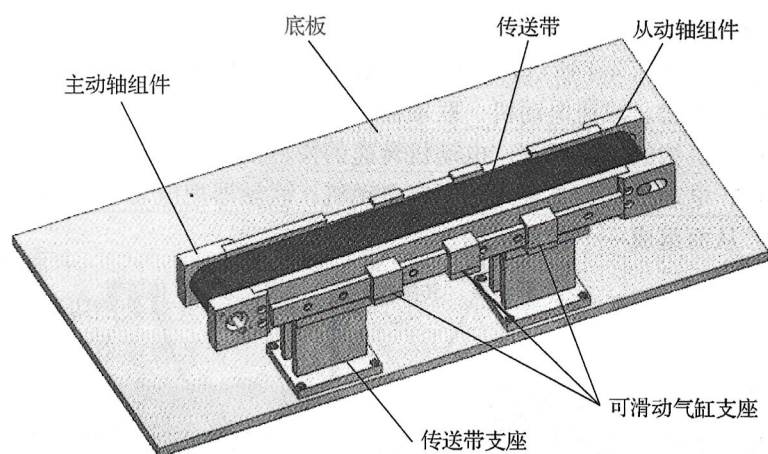

图 4-2 传送机构组件安装
(1) 完成传送机构的装配, 装配传送带装置及其支座, 然后将其安装到底板上, 如图 4-2 所示。